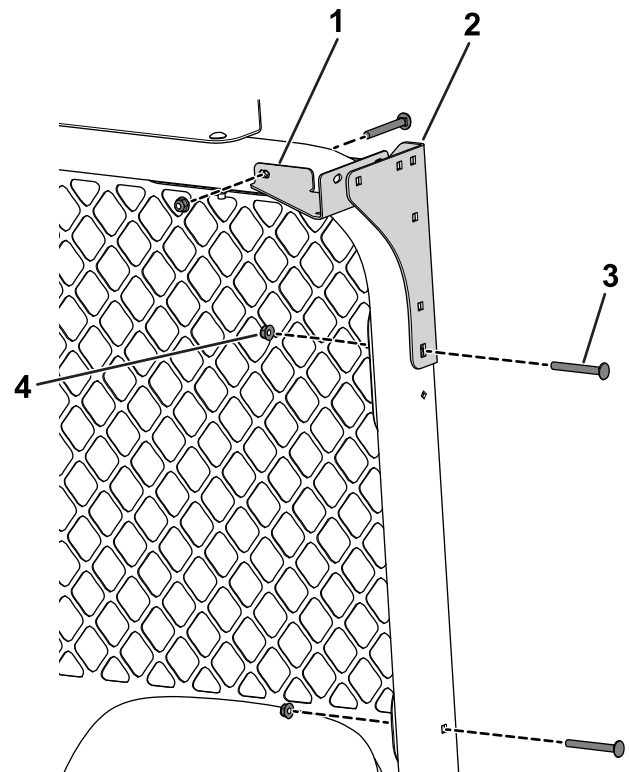

Bild 34
6. Befestigen Sie die hinteren Befestigungshalterungen und die hinteren Eckenverstärkungen mit vier Schlossschrauben (5/16" x 2 3/4") und vier Muttern (5/16") am Überrollbügel (Bild 34).
7. Befestigen Sie das hintere Gitter mit zwei Schlossschrauben (5/16" x 2 3/4") und zwei Bundmuttern (5/16") am Überrollbügel (Bild 34).